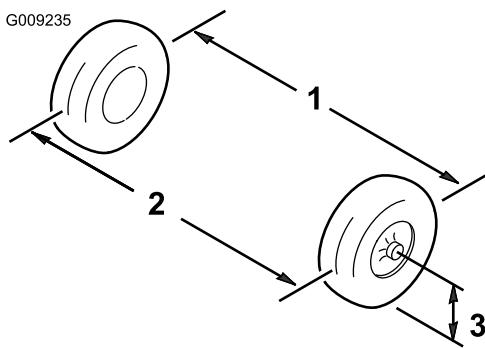

Рисунок 46
3. Измерьте расстояние между обеими переднимишинами на уровне моста, с передней и задней стороны передних шин (Рисунок 46).